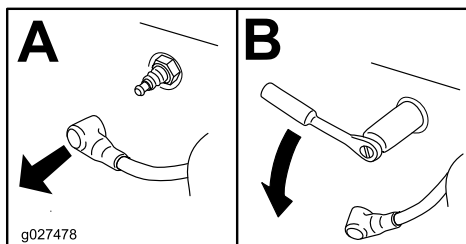

Рисунок 46
4. Знайдіть та вийміть свічки запалювання, як показано на Рисунок 46.